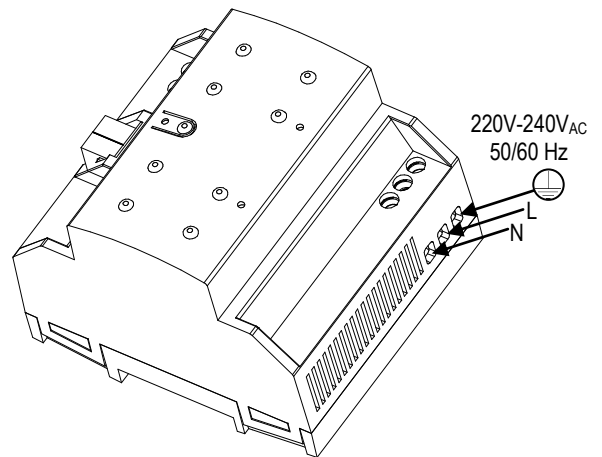

Figure 2: Installation et connexion ZPS640MPA230
- L'alimentation principale doit être branchée sur les connecteurs L, N et terre comme indiqué dans le schéma de la figure 2.